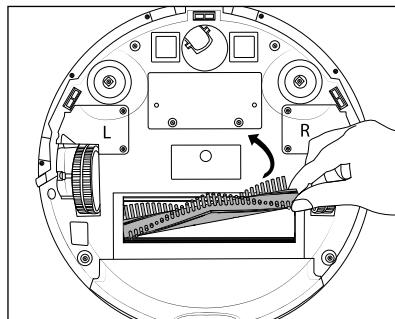

Fig. 15
- ♦ Afferrare il rullo a spazzola ⑯ dal lato destro e toglierlo dall'apparecchio (vedere fig. 15). Servendosi dello spazzolino ⑩, rimuovere peli e sporco.